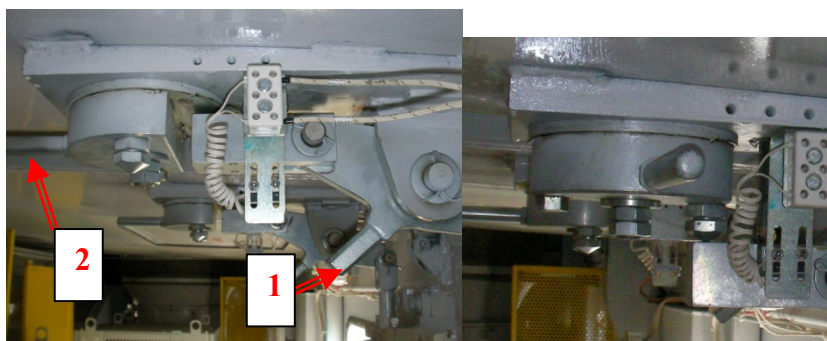

Рисунок 26 – Привод открытия жалюзи вентиляции ПТР
2. На стоянке с помощью изоляционной рукоятки перевести все жалюзи в открытое положение (рис.26), проверить замкнутое состояние блокировок жалюзи в ВВК и по мониторам в кабине управления. Для чего необходимо рукоятку 1 переместить вниз и развернуть против часовой стрелки рукоятку 2.